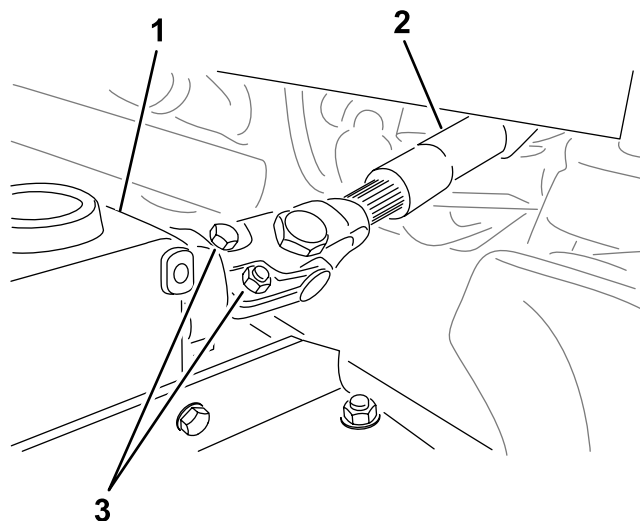

図 21
5. PTO シャフト 図 21 からボルトとナットを外してギアボックスからヨークを出す。